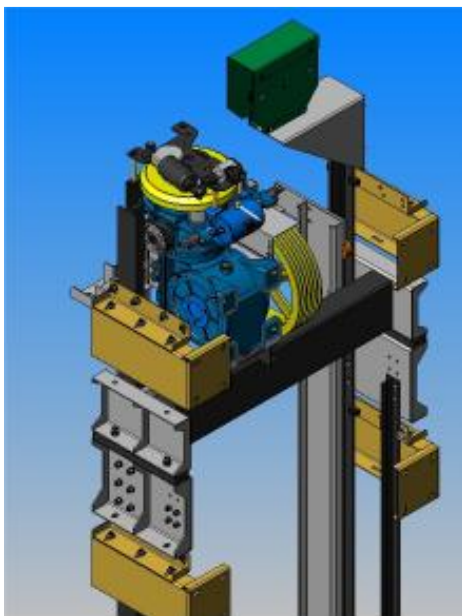

Fig. 1
**Paso 1.** Colocación de la parte alta del limitador. El limitador se coloca sobre una de las guías (Ver Fig. 1). Se apoya a partir de la pieza de soporte (Fig. 2).